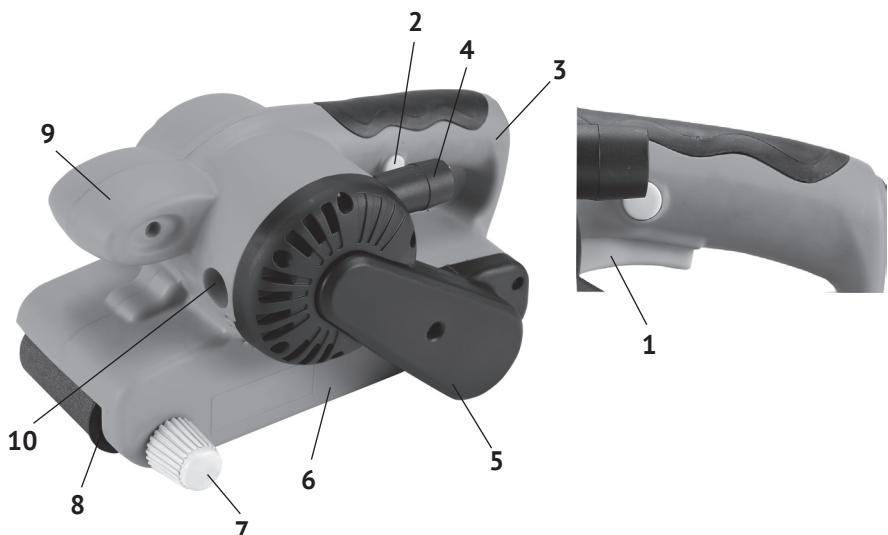

рис. 1
Внешний вид шлифмашины представлен на рис.1
1.7 Механизм шлифмашины расположен в пластиковом корпусе (рис.1 поз.6), состоящем из двух половин. Крутящий момент с якоря электродвигателя, зубчатым ремнём передаётся на ведущий валик. Между ведущим и ведомым валиками движется абразивная шлифовальная лента (рис.1 поз.8) на тканевой основе – рабочий инструмент шлифмашины.
1.8 Клавиша выключателя (рис.1 поз.1) расположена в передней части рукоятки.
Включение шлифмашины осуществляется нажатием на клавишу выключателя. Фиксация клавиши в рабочем положении, осуществляется кнопкой (рис.1 поз.2), расположенной слева на рукоятке. При повторном нажатии на клавишу, кнопка фиксации и клавиша (со щелчком) возвращается в исходное положение – выключено.
1.9 Пылесборник, входящий в комплект поставки, устанавливается на патрубок пылеотвода (рис.1 поз.4) и предназначен для сбора шлама и пыли, образующейся в процессе шлифования. Поток воздуха из корпуса к патрубку обеспечивает специальная крыльчатка, с отдельным шестерёнчатым приводом.
- включите машину на холостом ходу и отцентрируйте регулятором (рис.1 поз.7) прямой ход ленты;
- при выключенном инструменте, установите пылесборник на патрубок пылеотвода (рис.1 поз.4);
3.2 Для замены щёток необходимо выкрутить из корпуса шлифмашины крышки щёткодержателей (рис.1 поз.10), вынуть старые щётки и заменить их новыми. Щётки следует заменять парой для обеспечения равной степени их давления на коллектор якоря.